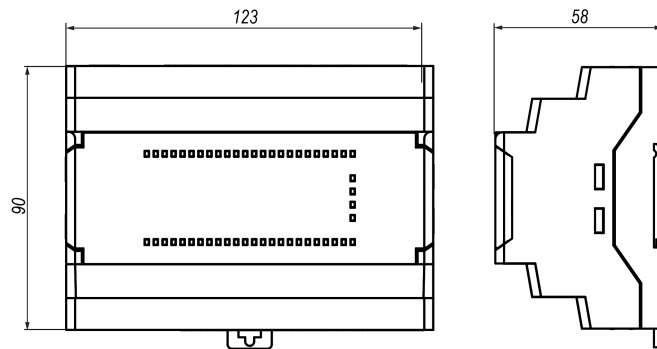

Abb. 5.1 Abmessungen
1. Bereiten Sie das Gerät für die Montage auf der Hutschiene vor. Beachten Sie die Abmessungen des Gerätes (siehe Abb. 5.1).